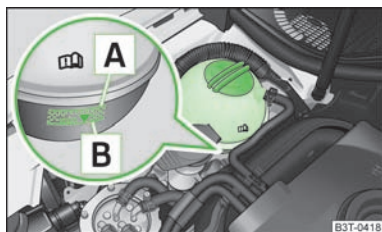

Fig. 162
- Contrôlez le niveau du fluide de refroidissement dans le vase d'expansion de fluide de refroidissement. » fig. 162. Le niveau de liquide de refroidissement doit se trouver entre les marques (MIN) et (MAX) quand le moteur est froid. Il peut légèrement dépasser la marque (MAX) si le moteur est chaud.
- Posez un chiffon sur le bouchon du vase d'expansion du fluide de refroidissement » fig. 162 et dévissez **prudemment** le bouchon.
Ne remplissez pas de refroidissement au-delà de la marque (max.) » fig. 162 ! L'excédent de fluide de refroidissement s'échappe du système de refroidissement par le clapet de surpression du bouchon du vase d'expansion du fluide de refroidissement lorsque la température monte.